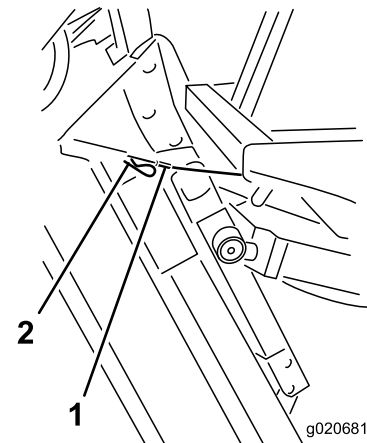

Figura 78
6. Mantenha a plataforma do cortador na vertical, coloque a extremidade do cabo sobre o pino no braço de elevação da plataforma do cortador e fixe com o pino de segurança (Figura 78).